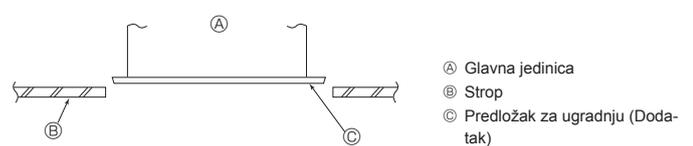

Fig. 4-7
4.6. Potvrđivanje položaja glavne jedinice i učvršćivanje ovjesnih svornjaka (Fig. 4-7)